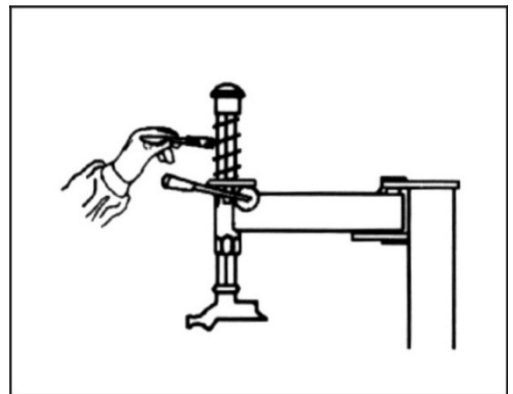

図 27
- ディーゼルオイルを使用して、六角シャフトおよび四角形水平アームを洗浄してください。(図 27)。